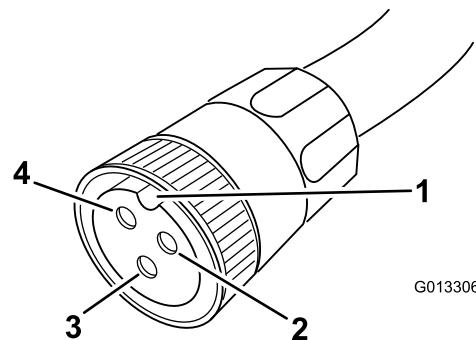

Bild 12
2. Halten Sie das Kabel so, dass die Keilnute in der 12-Uhr-Stellung ist (Bild 12).